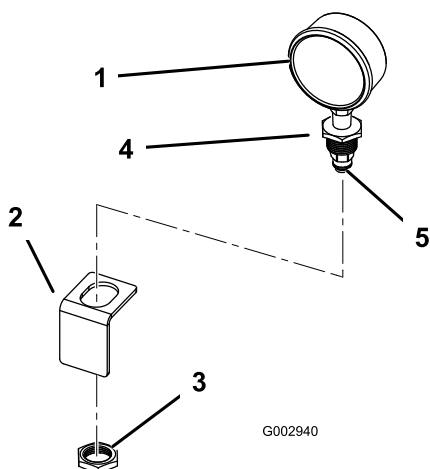

Figura 46
1. Envuelva con cinta teflón en el sentido contrario a las agujas del reloj las roscas del manómetro, e instale el racor de reducción en el manómetro (Figura 46).
2. Instale el acoplamiento de plástico negro en el racor de reducción del manómetro (Figura 46).
3. Instale el manómetro en el soporte que está situado debajo del orificio circular, dentro de la tapa de la caja de control, fijándolo con la tuerca incluida en su envase (Figura 46).